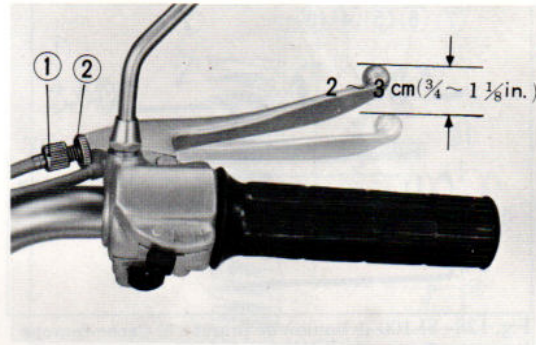

Fig. 125 Réglage du jeu de câble de frein
- 7) Régler le jeu de chaque câble. (Fig. 125 et 126)